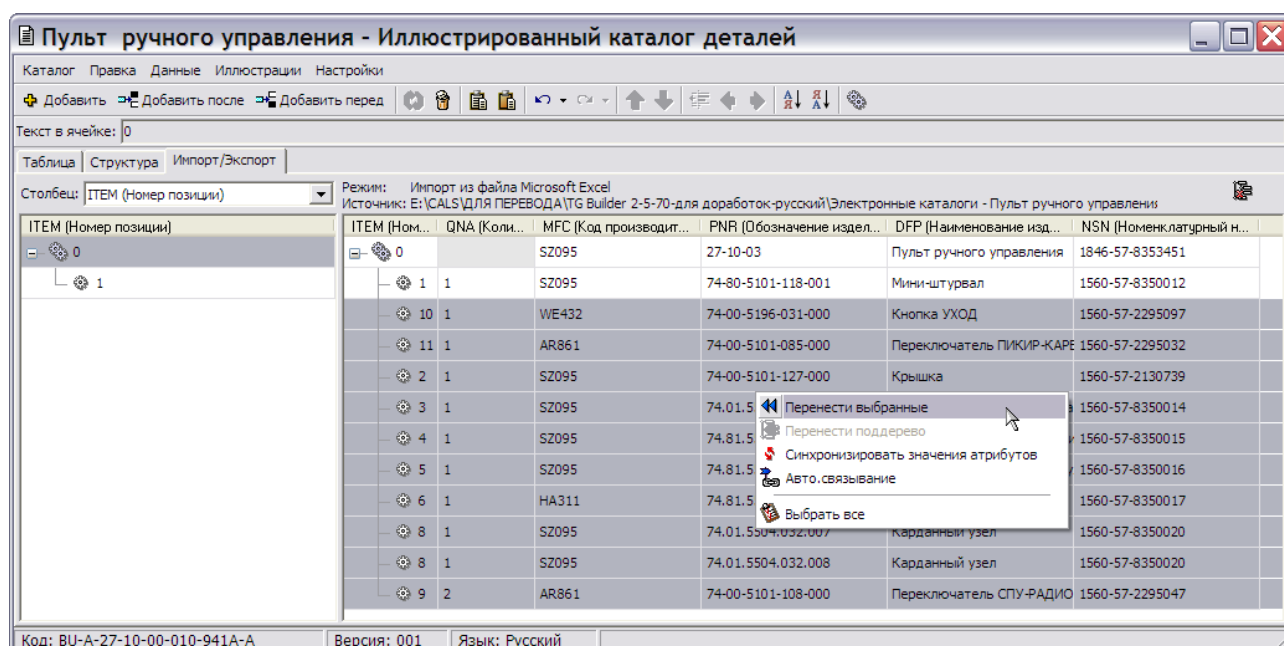

Рис. 6.38
18. В левом окне выделите позицию, в которую будут входить импортируемые строки. В данном примере – это корневой элемент (Рис. 6.38).
19. В правом окне выделите строки, которые необходимо перенести из таблицы в каталог (Рис. 6.38).